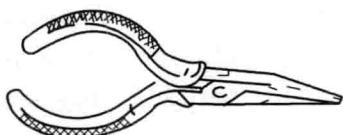

图 1-4 尖嘴钳
(1) 尖嘴钳的样式及规格。如图 1-4 所示，尖嘴钳因其头部尖细，适用于在狭小的工作空间操作。尖嘴钳绝缘柄的耐压值为 500V。